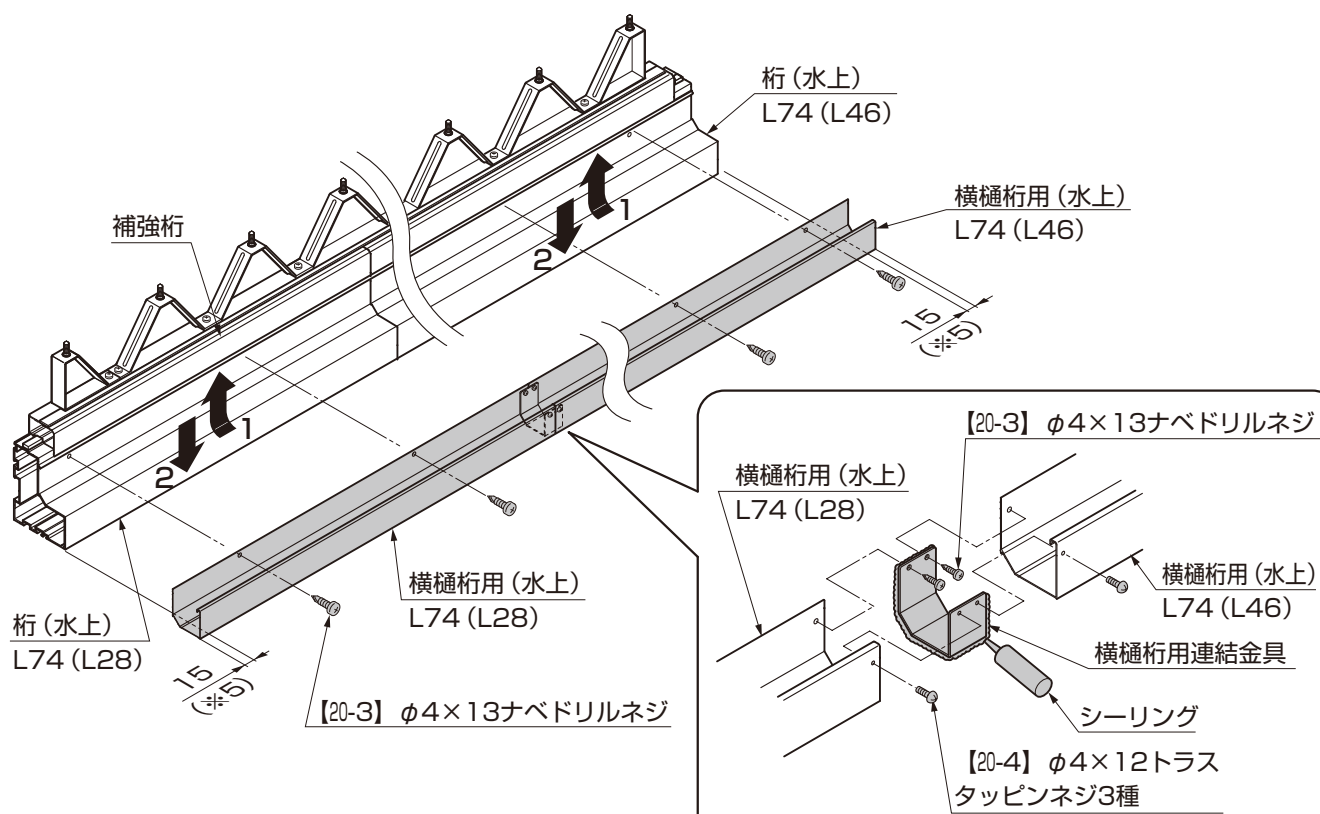

図8-3 横樋桁用の連結
- ②桁（水上）に【20-3】で横樋桁用を取付けてください。（図8-3参照）
- 横樋桁用連結金具と横樋桁用の接触部分にシーリングをしてください。（図8-3参照）
- ④桁（水下）も同様に横樋桁用を取付けてください。